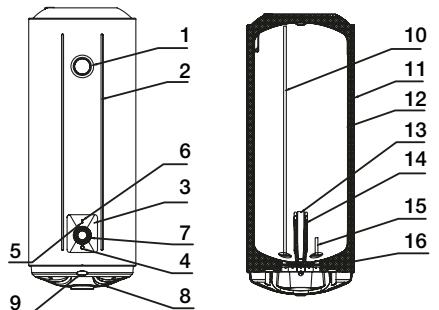

Рис. 1
После подключения к источнику питания начнется нагрев в режиме 750 Вт (1200 Вт). Когда горит индикатор «Full power», значит включен режим полной мощности. Режим мощности регулируется нажатием кнопки «P» (рис. 1, п.4), одновременно будет гореть лампочка нагрева (рис. 1, п.5) и индикатор полной мощности (рис. 1, п.6).
2. Режим половинной мощности выполняет нагрев в режиме энергосбережения; функция быстрого нагрева осуществляется в режиме полной мощности. С помощью ручки регулятора нагрева (рис. 1, п.7) установите требуемый уровень нагрева воды в диапазоне от min до max. Степень нагрева воды будет отображаться на шкале термометра (рис. 1, п.1). Режим «ECO» – экономичный режим, на шкале нагрева соответствует температуре 50-55°C. Нагрев воды отключается автоматически и включается для подогрева автоматически.